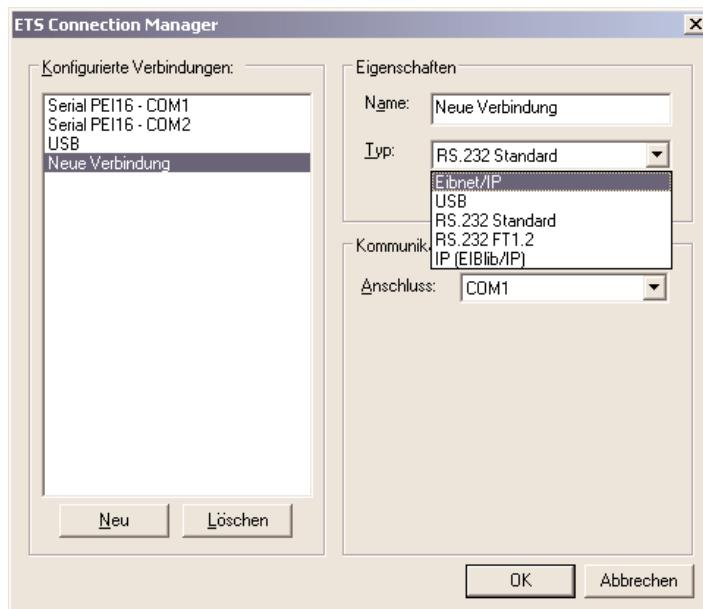

Bild 6: Neue Verbindung als EIBnet/IP anlegen
3. Eine neue Verbindung anlegen. Dazu die Schaltfläche "Neu" betätigen. Der neuen Verbindung einen eindeutigen Namen vergeben. Als Typ "Eibnet/IP" auswählen (vgl. Bild 6).